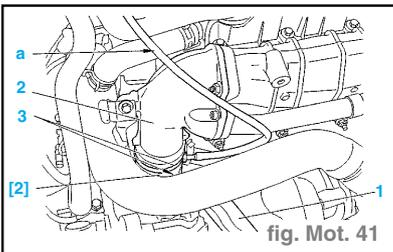

fig. Mot. 41
- les 8 écrous (3) et leurs entretoises,
- l'ensemble collecteur d'échappement (8) turbocompresseur (9).
- les colliers (3), (fig. Mot. 41)